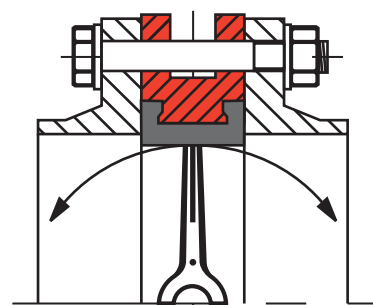

Рис. 2 (неправильно)
2) В случае использования фланцев с внутренним диаметром больше номинального диаметра затвора фланцы не будут полностью закрывать седловое уплотнение, что может привести к повреждению и деформации седлового уплотнения (Рис. 2).